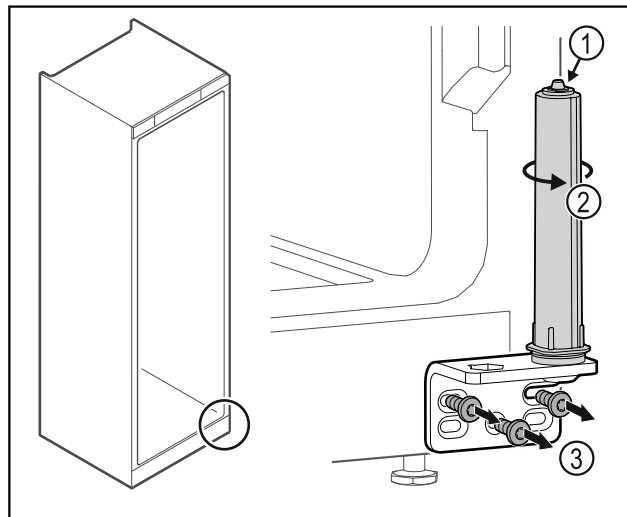

Fig. 14
- Non disassemblare il sistema di chiusura della porta Fig. 14 (1).
- Ruotare il sistema di chiusura Fig. 14 (2) finché non si innesta con un clic.
- Svitare la cerniera angolare Fig. 14 (3).